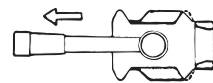

Fig. 14
- Schalten Sie auf Leerlauf und fahren fort wie Fig. 14 & 15.